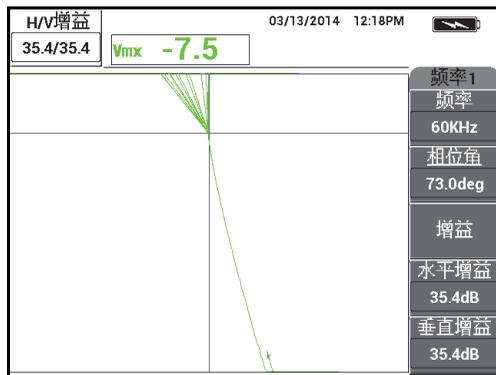

图 5-76 调节增益
10. 将探头放置在 45 % 电导率样件上，然后按增益键（dB），并降低增益，直到实时出现的点处于屏幕区域内（参见第 170 页的图 5-76）。